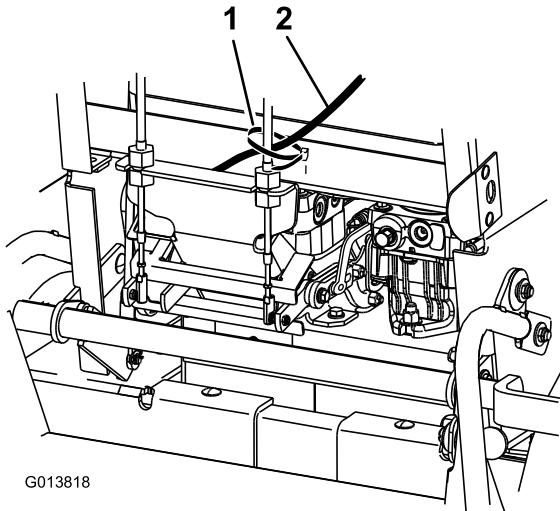

Figure 7
10. Attachez le câble de commande de vitesse au câble de commande droit avec l'attache en plastique (Figure 7).